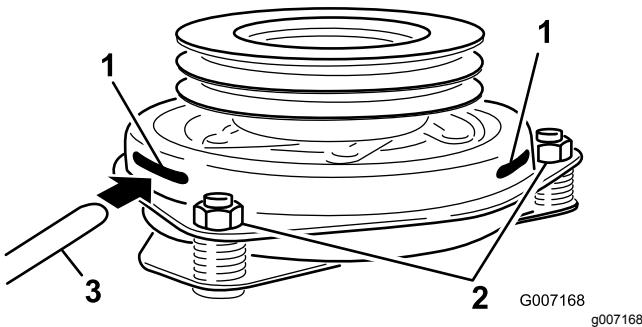

Figura 56
9. Inserite uno spessimetro di 0,381–0,533 mm attraverso una fessura d'ispezione sul lato del gruppo. Assicuratevi che si trovi tra le superfici di frizione dell'indotto e del rotore (Figura 56).
10. Stringete i dadi di bloccaggio fino a fissare leggermente lo spessimetro facendo però in modo di poterlo muovere facilmente all'interno del traferro (Figura 56).